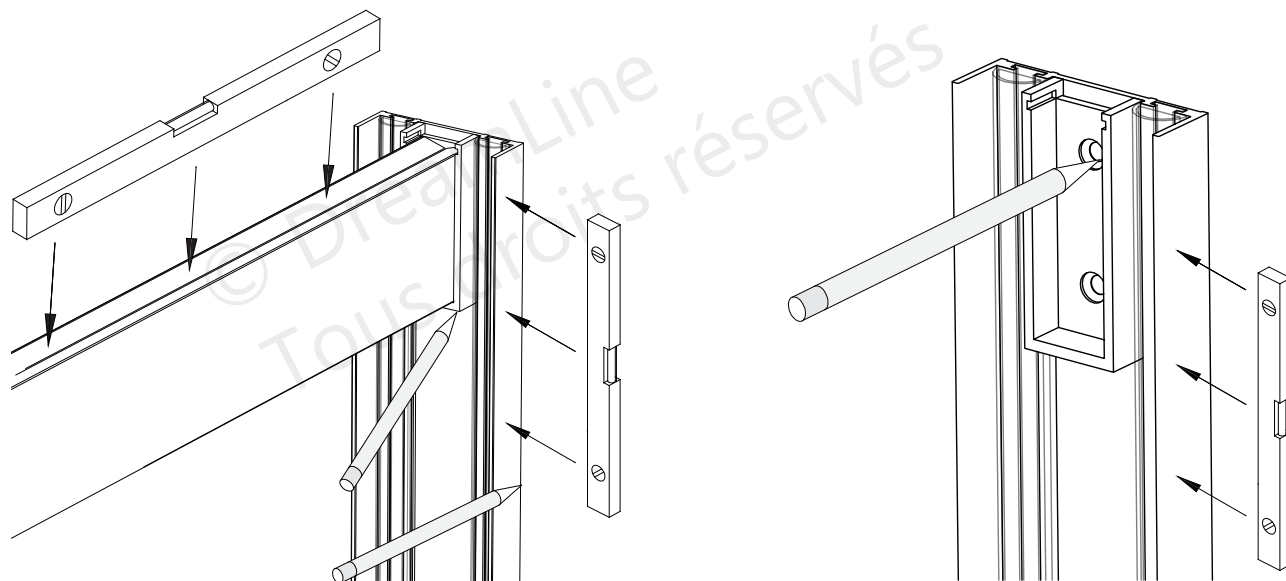

Fig 14
14. Maintenez le **Rail du Haut (N° 01)** au niveau et le profilé mural d'aplomb, puis marquez la position de la fixation sur le **Profilé Mural (N° 06)**. (**Fig 14**)